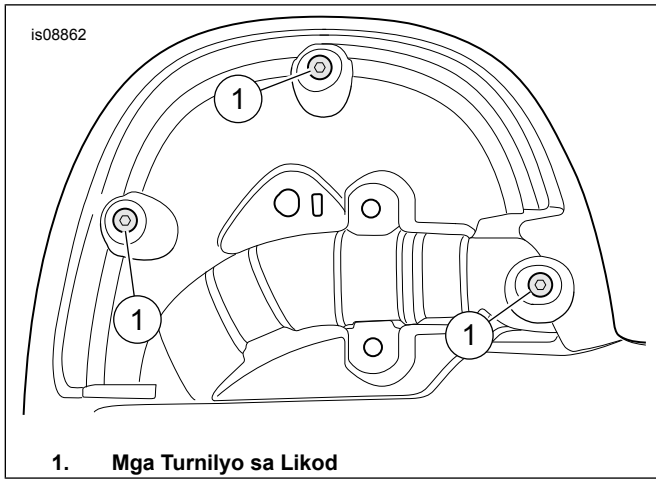

Figure 8. Mga Turnilyo sa Likod
9. Tingnan ang Figure 8 . Mula sa likuran, ikabit ang tatlong self-tapping na turnilyo ng lalagyan (1). Higpitan.